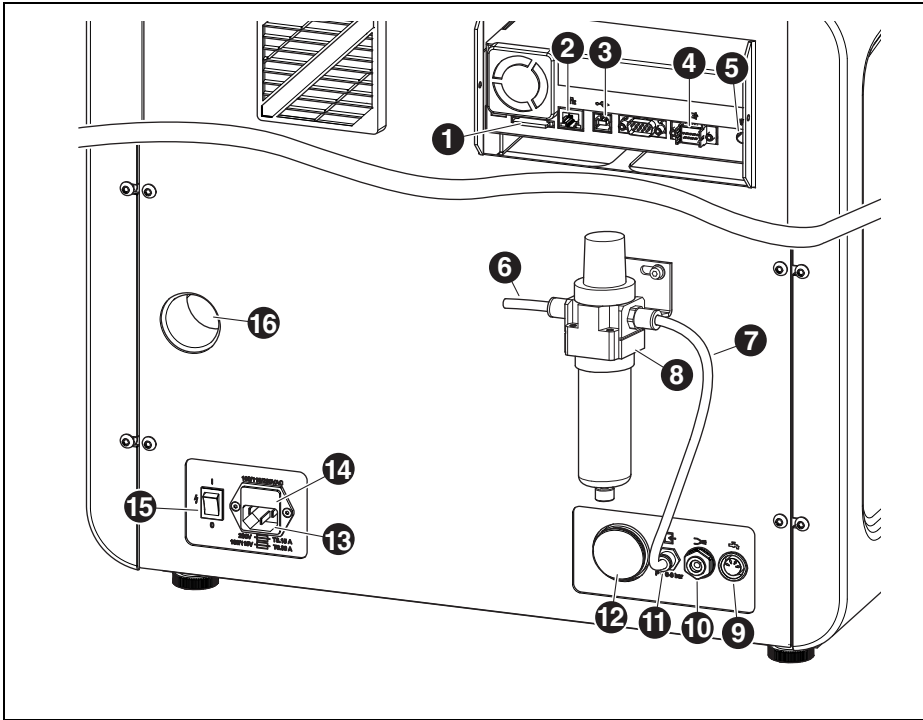

Fig. 2 Vue d'ensemble de l'appareil face arrière
- ▷ Tirer le tiroir ([14] dans la figure 2 sur la page 71) au dessus de la fiche du secteur.